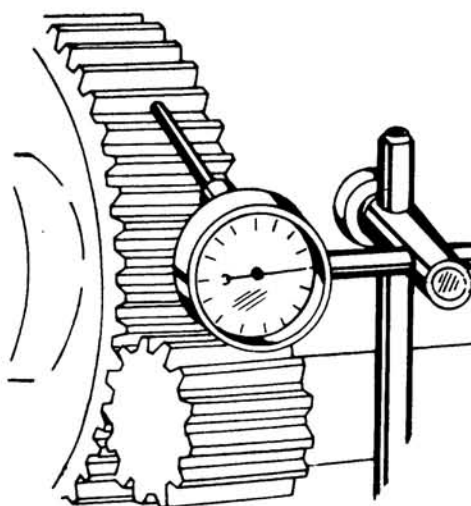

Fig. 3
- a Instale el indicador de cuadrante (fig. 3).